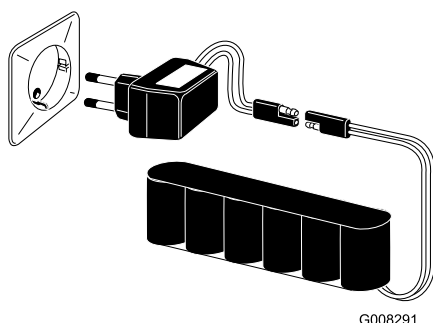

Figura 25
3. Collegate il caricabatterie alla batteria (Figura 25).
4. Inserite il caricabatterie in una presa a parete e caricate la batteria per **24 ore** (Figura 25).